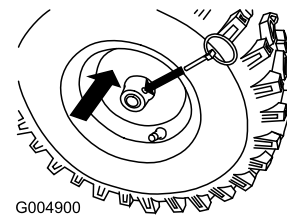

Figura 5
- Infilate le ruote, quindi inserite il perno dell'asse nel foro del mozzo delle ruote, ed attraverso il foro **esterno** dell'asse (Figura 5).